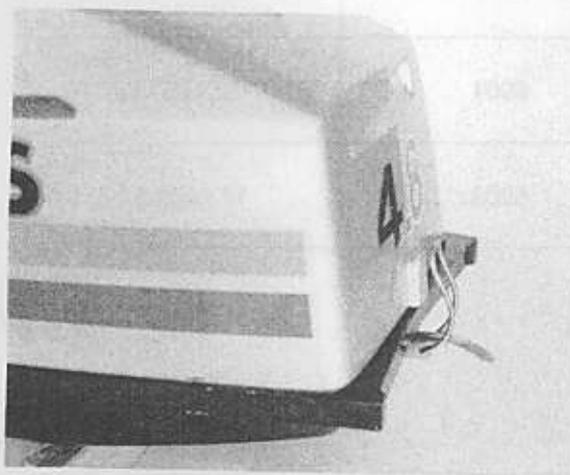

Fig. 1
1. Unlatch the front and rear hood clips (Fig. 1).
1. Sganciare le leve di fissaggio calandra (Fig. 1)